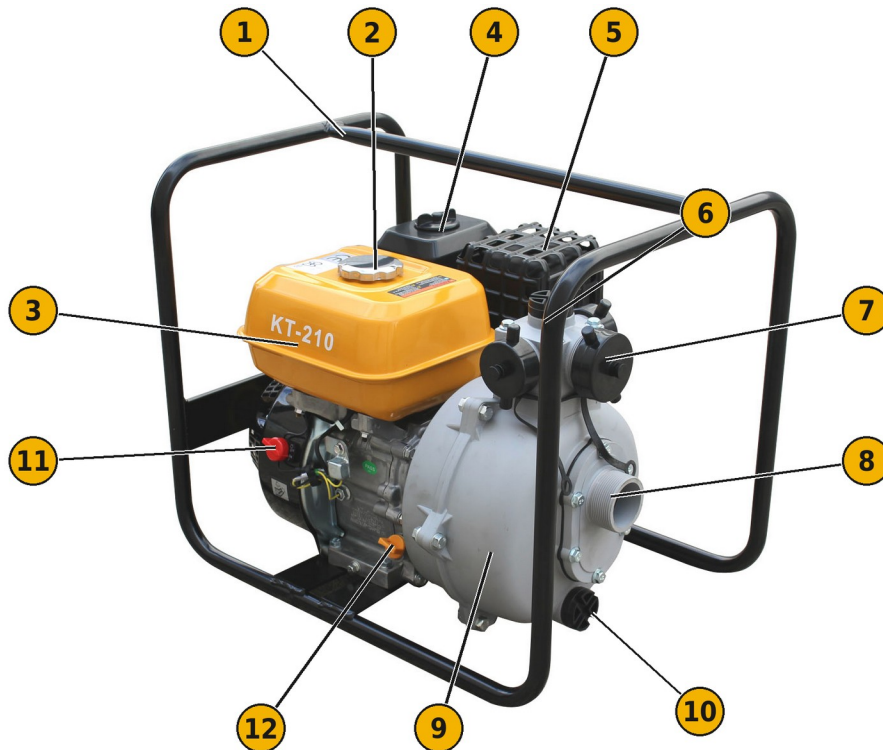

FIG. 2 — Componentes principales (AY-45 KT MP AUT)
- 1) Con la motobomba en posición horizontal y el motor parado, retire el tapón de llenado de aceite (FIG. 2, 12).
- 1) Con el motor parado y frío, retire el tapón del depósito (FIG. 2, 2) y compruebe el nivel.
Afloje la tuerca de mariposa, retire la tapa del filtro de aire (FIG. 2, 4) y compruebe que el elemento filtrante está limpio y en buen estado. Límpielo si es necesario (véase «Mantenimiento»). No ponga nunca en marcha el motor sin el filtro de aire.
- 1) Con el motor parado, retire el tapón de cebado (FIG. 2, 6).